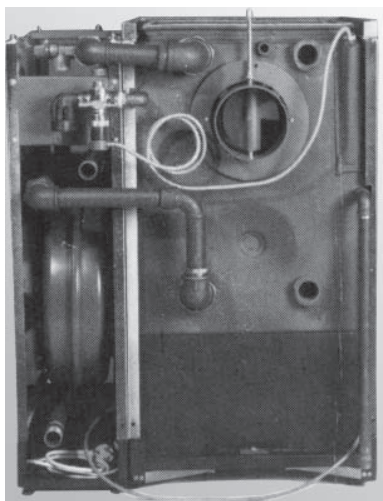

Fig. 12 Dispositivo di scarico di termoprotezione montato – vista posteriore
9. Il dispositivo di scarico di termoprotezione può essere montato dietro al Modulo Porta Accessori – fig. 12. Osservare a riguardo le indicazioni di montaggio riportate nelle Istruzioni di Montaggio della Vestowin.